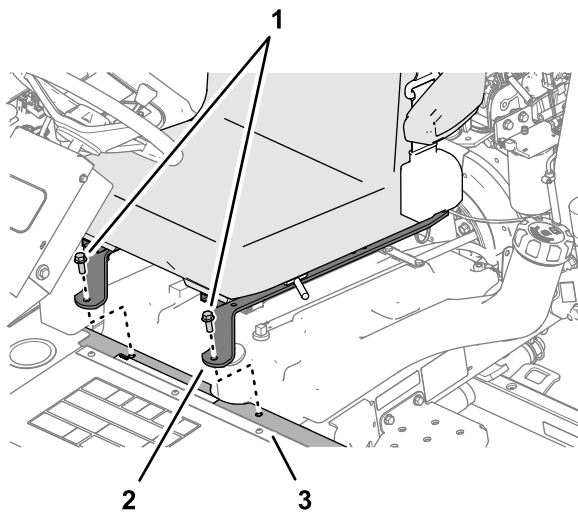

Figura 3
2. Rimuovete le 2 viti a testa cilindrica flangiata che fissano le cinghie del sedile alla canalina di supporto (Figura 3).